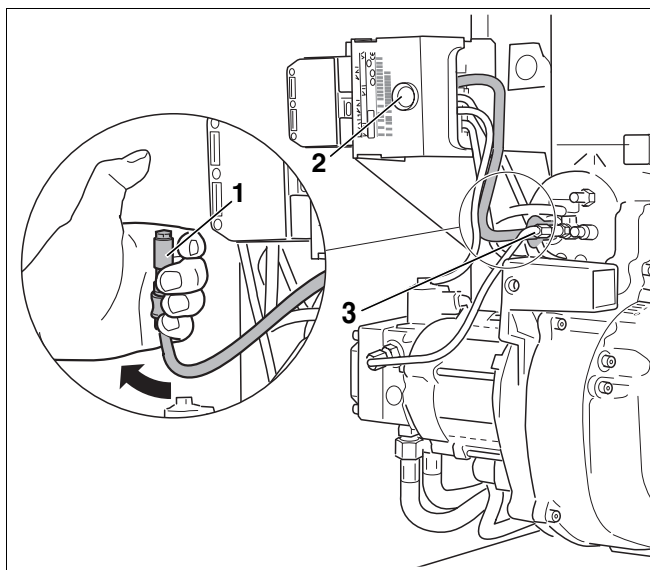

Рис. 32 Проверка работы датчика пламени
- При работающей горелке вынуть датчик пламени из держателя (рис. 32, поз. 3).
- Закрывать датчик пламени (рис. 32, поз. 1). После повторного запуска должно произойти отключение из-за неисправности.
- По истечении времени ожидания, составляющего примерно 30 секунд, нужно разблокировать автомат горения дизельного топлива, нажав кнопку подавления помех (рис. 32, поз. 2).